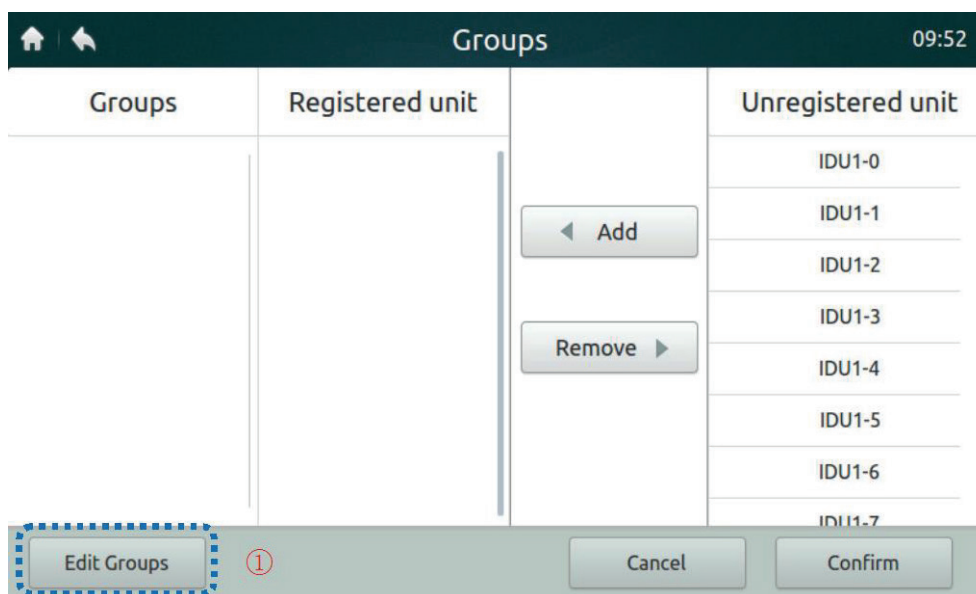

Рисунок 38 Домашняя страница 1 меню Group View [Обзор групп]
- Коснитесь кнопки "Groups", помеченной номером "2" на Рисунке 35, чтобы получить доступ к странице обзора групп, показанной на Рисунке 38. Рисунок 38 показывает страницу меню, на которой не создано ни одной группы.